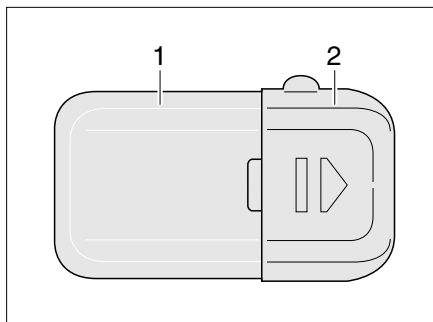

Bild 263 Kleiderschranksleuchte
- Leuchtenabdeckung (Bild 263,1) leicht zusammendrücken und abnehmen.
- Deckel (Bild 263,2) in Pfeilrichtung aufschieben.
- Deckel (Bild 263,2) wieder aufschieben.